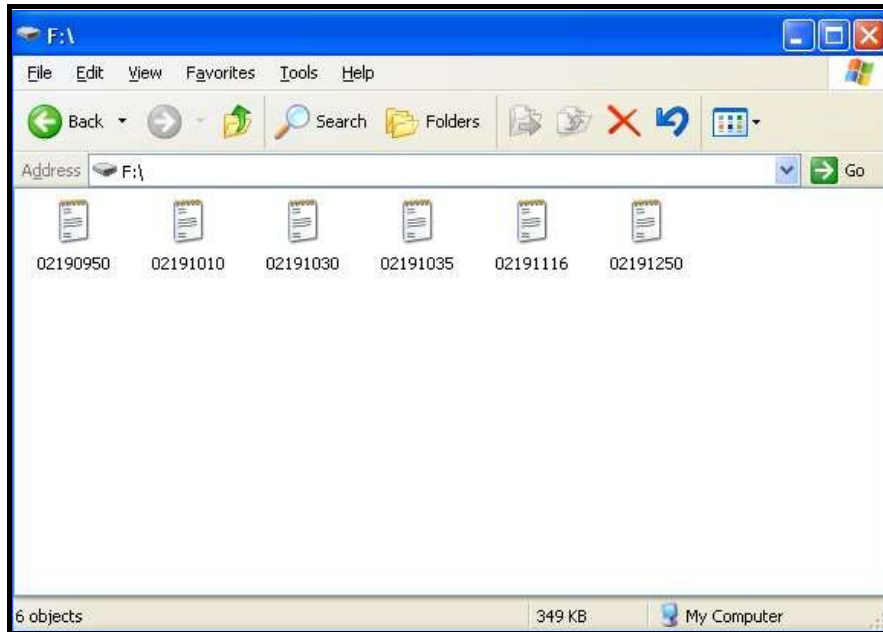

Figure 58: Liste des fichiers d'enregistrement
2. Cliquez sur Disque amovible (Removable Disk) pour afficher un écran semblable à celui de la Figure 58 on page 70.